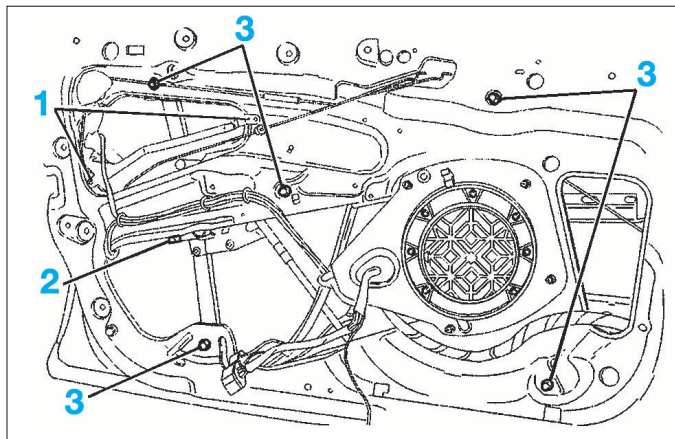

FIG. 33
- le guide de tringle (1) (Fig.33) en coupant les têtes des rivets.
- Déconnecter le faisceau de lève-vitre électrique (2).
- Déposer les fixations (3) et sortir le mécanisme.